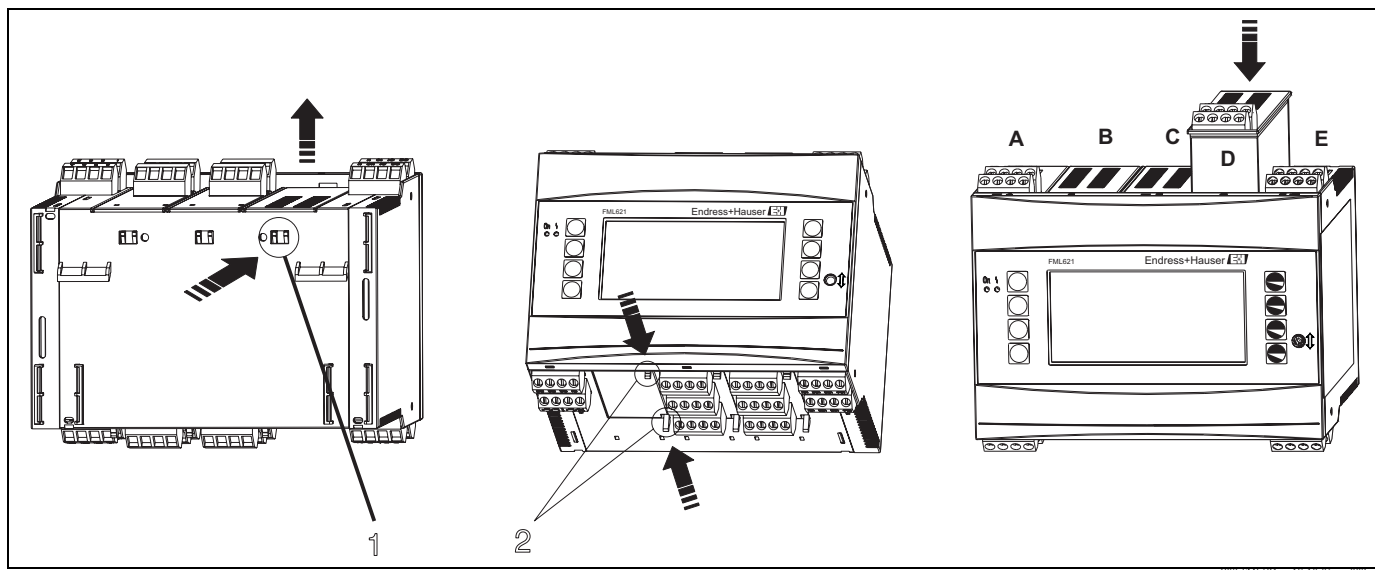

Fig. 3: Instalación de una tarjeta de ampliación (ejemplo)
Puede dotar el equipo de varias tarjetas de ampliación. El equipo presenta para ello tres slots, como máximo. Estos slots para las tarjetas de ampliación se identifican en el equipo mediante las letras B, C y D (→ Fig. 3).
2. Extraiga la tapa obturadora del slot (B, C o D) de la unidad básica juntando para ello a presión los enganches en la base del equipo (véase Fig. 3, elemento 2) mientras presiona hacia dentro el enganche situado en la cara posterior de la caja (p. ej., con la punta de un destornillador) (véase Fig. 3, elemento 1). Ya puede extraer ahora la tapa obturadora.
3. Inserte desde arriba la tarjeta de ampliación en la unidad básica. La tarjeta de ampliación estará bien instalada cuando esté bien sujeta por los enganches de la base y parte posterior del equipo (véase Fig. 3, elementos 1 y 2). Asegúrese de que los terminales de entrada de la tarjeta de ampliación se encuentren en la parte superior y que los terminales de conexión apunten hacia la parte frontal de la unidad básica.